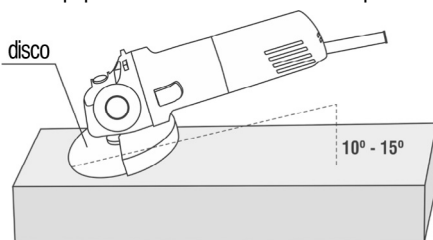

Fig. 10 – Ângulo correto de esmerilhamento
4. Segure o equipamento com um ângulo de 10° a 15° em relação à superfície a ser trabalhada, Fig.10. Se o ângulo for menor que o recomendado, o trabalho realizado com o equipamento será mais difícil de controlar e forçará demasiadamente o equipamento. Se o ângulo for maior que o recomendado a qualidade do trabalho ficará comprometida com muitos vincos na superfície trabalhada.